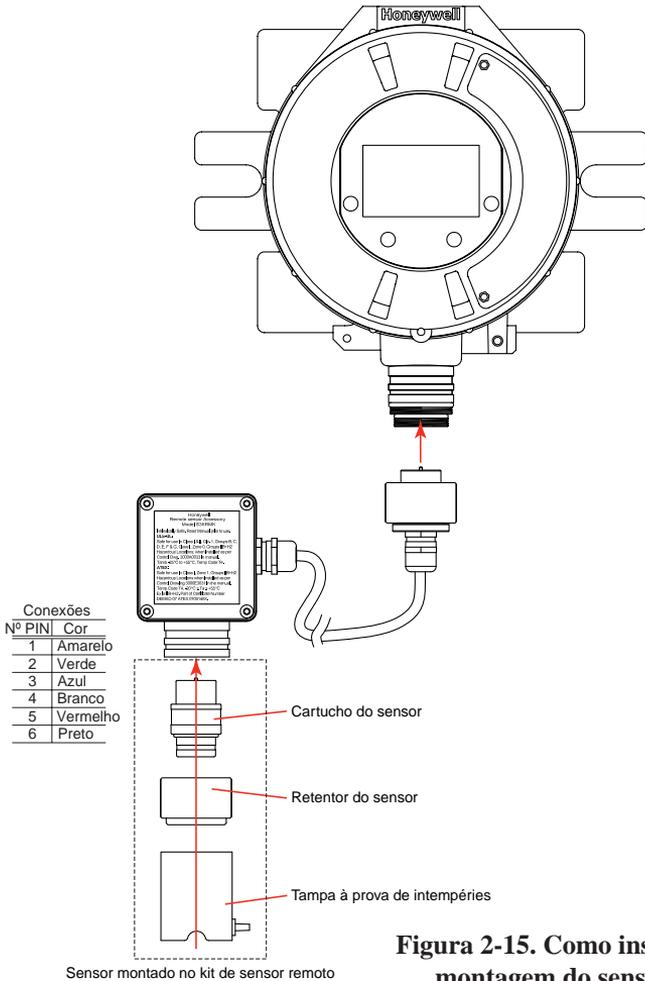

Figura 2-15. Como instalar o kit de montagem do sensor remoto
3. Conecte o bloco de terminais conectável como mostrado na Figura 2-15 e, depois, insira o conector na parte posterior da placa Personality mV.